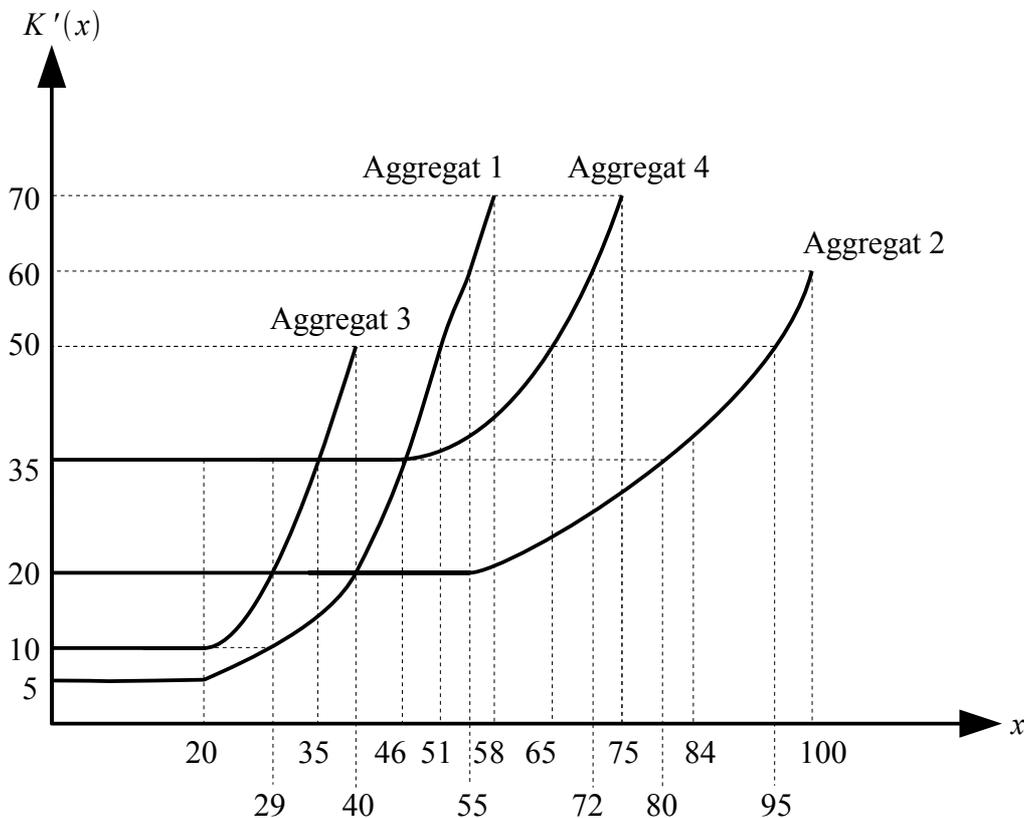

Abbildung 1: voroptimierte Grenzkostenfunktionen (Aufgabe 4b)
- b) In Abbildung 1 sind für vier funktionsgleiche, aber kostenverschiedene Aggregate die voroptimierten Grenzkostenfunktionen dargestellt. Geben Sie für diese Konstellation den kostenminimalen Anpassungsprozess bei steigender Outputmenge  $x$  an. Tragen Sie die Anpassungsintervalle (Bereiche für Output und Grenzkosten sowie Art der Anpassung) der Aggregate in die Lösungstabelle (Tabelle 1, Lösungsbogen 9) ein. **24 Punkte**